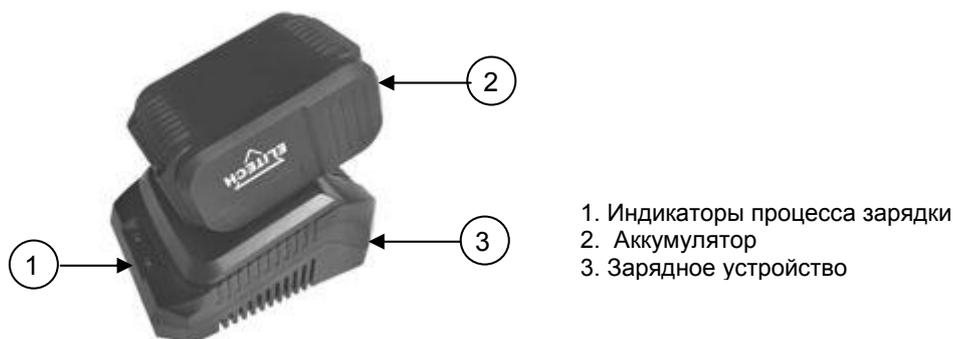

Рис. 4
- Подключите зарядное устройство (рис. 4) к электросети. Зеленый световой индикатор начнет мигать.
- Вставьте аккумулятор 2 (рис.4) в зарядное устройство 3 (рис. 4)
- Извлеките аккумулятор 2 (рис. 4) из устройства, нажав на кнопку разблокировки аккумулятора и потянув аккумулятор из устройства.